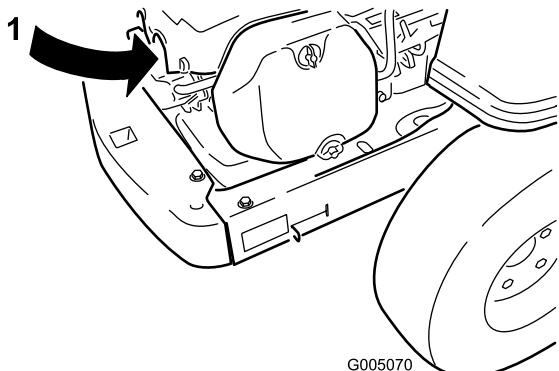

Figura 31
- Staccate il cappellotto della candela (Figura 31). Pulite intorno alla candela per evitare che la morschia penetri nel motore e lo danneggi.
- Collegate il cappellotto alla candela (Figura 31).